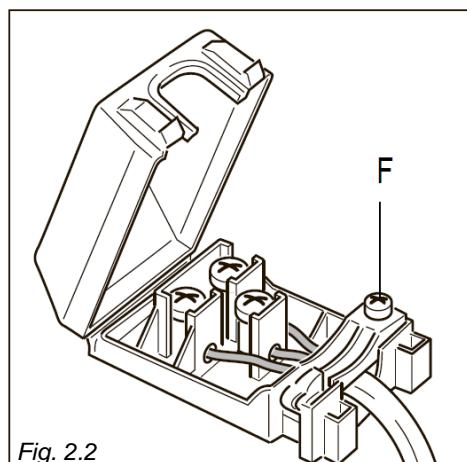

Fig. 2.2
- Deschideți garnitura de etanșare a cablului prin deșurubarea șurubului „F” (fig. 2.2). Deșurubați șuruburile bornelor și scoateți cablul.